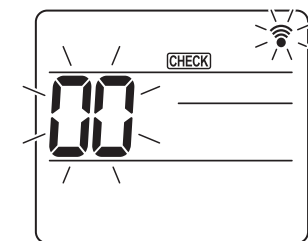
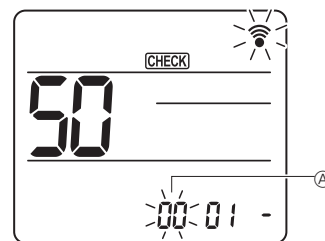
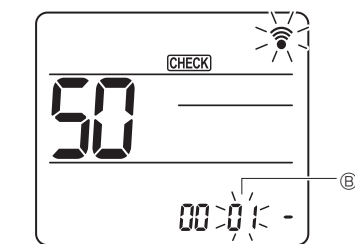
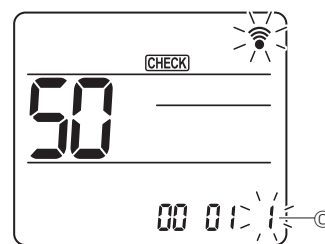

Fig. 6-16
Fig. 6-17
Fig. 6-18
Fig. 6-19
- ① Funktionsauswahlmodus aufrufen
- Drücken Sie Taste **MENU** 5 Sekunden lang. (Nehmen Sie diesen Schritt vor, wenn das Fernbedienungsdisplay gestoppt ist.) [CHECK] leuchtet und "00" blinkt. (Fig. 6-16)
- ② Einstellen der Gerätenummer
- Drücken Sie zum Einstellen der Gerätenummer **A** die Taste **↓**. (Fig. 6-17)
- ③ Auswählen eines Modus
- Drücken Sie zum Einstellen der Modusnummer **B** die Taste **↓**. (Fig. 6-18)
- ④ Auswählen der Einstellungsnummer
- Ändern Sie mit der Taste **C** die Einstellungsnummer **C**. (Fig. 6-19)
- ⑤ Auswählen mehrerer Funktionen nacheinander
- Wiederholen Sie die Auswahl von **③** und **④**, um mehrere Funktionen nacheinander zu ändern.
- ⑥ Abschluss der Funktionsauswahl